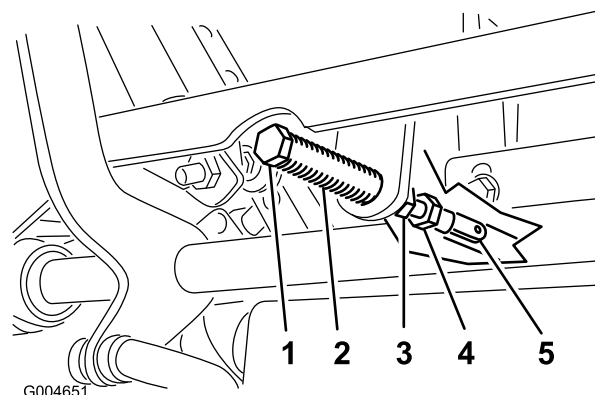

Рисунок 56
5. Потяните рычаг назад так, чтобы штифт с головкой (на рычаге над осью поворота) вошел в контакт с концом паза (только начинает надавливать на пружину) (Рисунок 56).